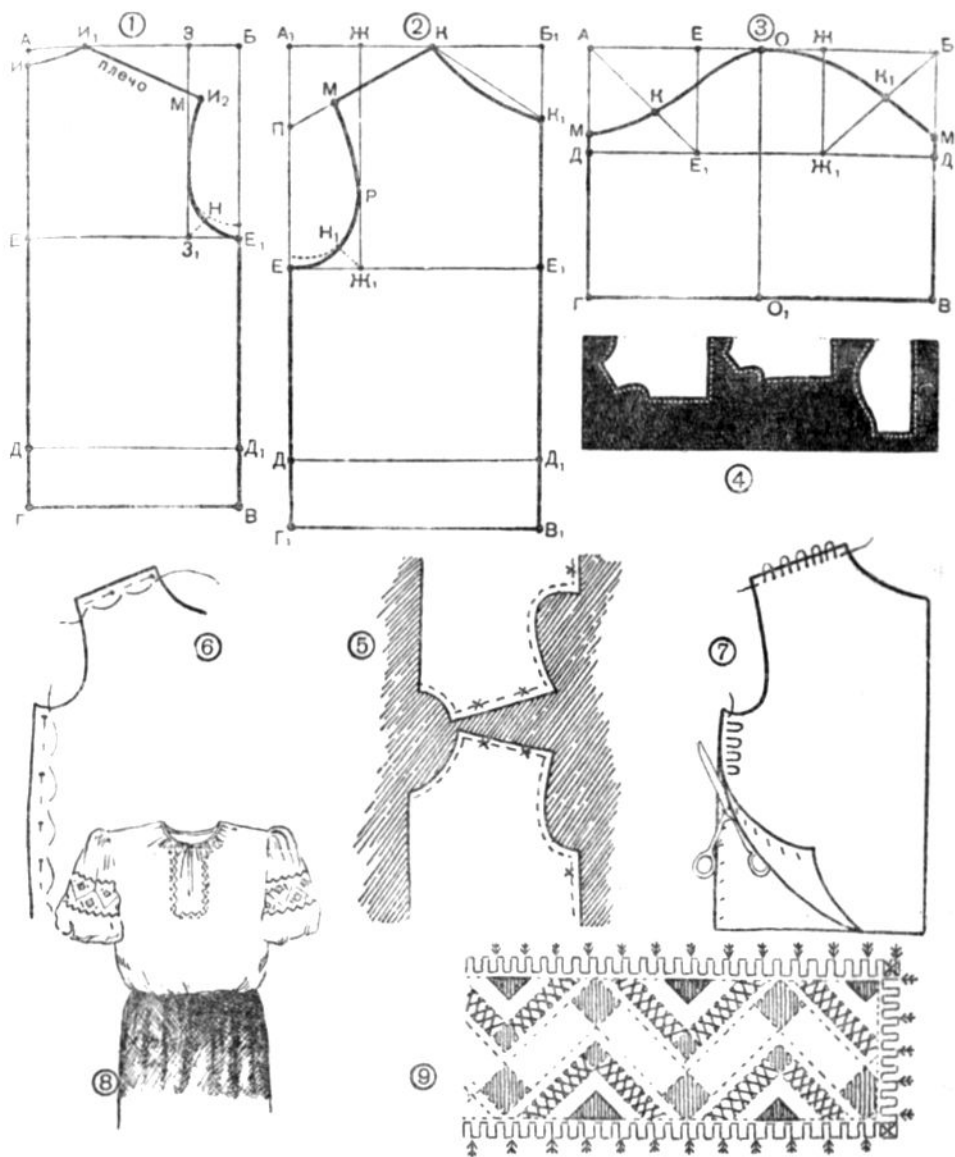

Рис. 222. Чертеж и выкройка блузки:
**Выкройка спинки блузки.** Начертите прямоугольник АБВГ (рис. 222(1), длина которого равна 46 сантиметрам — длине блузки, а ширина — 22 сантиметрам. От точки А отложите вниз 21,5 сантиметра, точку обозначьте буквой Е и проведите линию ЕЕ1. Эта линия будет линией груди и линией низа проймы. От точки Е отложите вниз 18—19 сантиметров, точку обозначьте буквой Д. Проведите линию ДД1 — это линия талии. От точки В отложите влево 5 сантиметров, точку обозначьте буквой З. Из точки З проведите прямую до пересечения с линией ЕЕ1, точку обозначьте буквой З1.
На чертеже спинки от точки  $E_1$  отложите вверх 1 сантиметр и эту точку соедините плавной кривой с проймой (смотрите рис. 222(1)). Эта линия проведена пунктиром. На чертеже переда от точки  $E$  отложите вверх 1 сантиметр и проведите плавную кривую, также обозначенную на чертеже пунктиром. При выкраивании блузки 40-го размера на швы не прибавляйте.
После примерки надо проложить нитки по точкам, сколотым булавками. Отметьте места соединений спинки, переда и рукава. Это необходимо потому, что примерка делается по одной стороне и после примерки приходится блузку распарывать и переводить примерку на другую сторону. После того как проложите нитки по отметкам, отметьте места соединений (рис. 222(5)). Затем распорите всю блузку. Сколите сложенные вдвое части блузки и прошейте по ниткам примерки стежками «вперед иголку», только нитку пускайте свободно, так, чтобы на верхней стороне материи получились петельки (рис. 222(6)). Раздвиньте материал и полученный ряд ниток разрежьте ножницами (рис. 222(7)). У нас на той и другой стороне материи будут стежки. Примерка переведена на другую сторону. Сметайте снова блузку по ниткам примерки, смотрите, чтобы точки соединений совпали. Еще раз примерьте блузку и приступите к ее шитью на машинке.